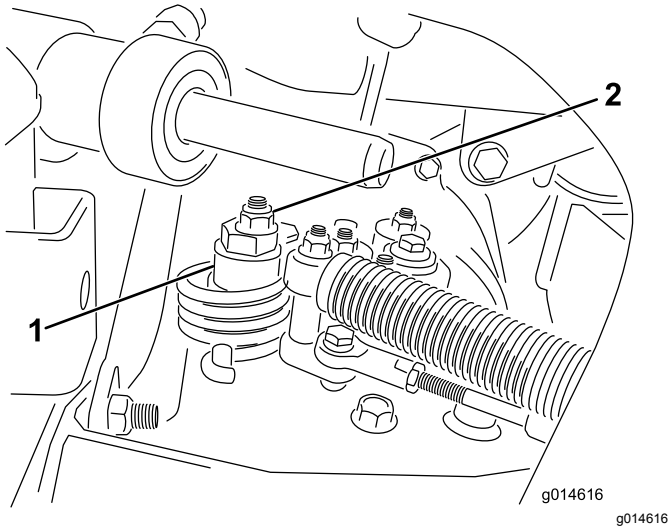

Bild 35
- A. Lsen Sie die Mutter, mit der der Exzenter oben am Hydrostat befestigt ist (Bild 35).
- C. Drehen Sie den Exzenter, bis kein Kriechen in jeder Richtung auftritt. Ziehen Sie die Schraube fest, wenn sich das Rad nicht mehr dreht, um den Exzenter und die Einstellung zu arretieren (Bild 35). berprfen Sie die Einstellung, wenn die Gasbedienung in der LANGSAM- und SCHNELL-Stellung ist.